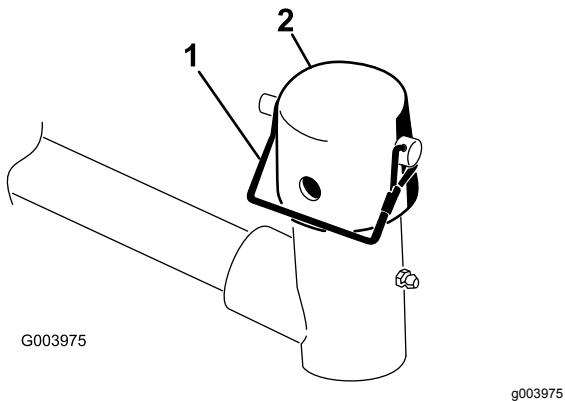

Bild 9
7. Nehmen Sie den Einraststift und die Kappe vom Gelenkjoch des Hubarms ab (Bild 9).
- 11. Befestigen Sie die Kappe und die Trägerrahmenwelle mit dem Einraststift am Hubarmjoch (Bild 9).